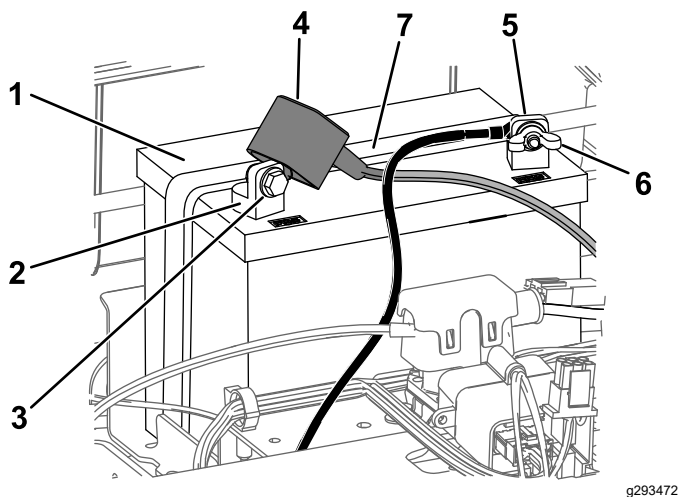

Figura 49
4. Deconectați cablul negativ (negru) de legare la masă de la suportul bateriei (Figura 49).
6. Deconectai cablul pozitiv (rou) de la borna bateriei (Figura 49).
7. Scoatei elementul de fixare a bateriei (Figura 49) și ridicai bateria din compartimentul său.
1. Amplasai bateria în compartimentul său (Figura 49).
5. Fixați bateria cu elementul de fixare (Figura 49).